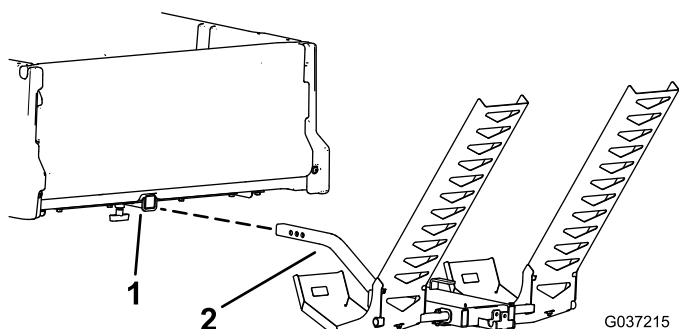

Figure 7
6. Insérez le support d'épandeur assemblé dans le tube récepteur de la machine (Figure 7).